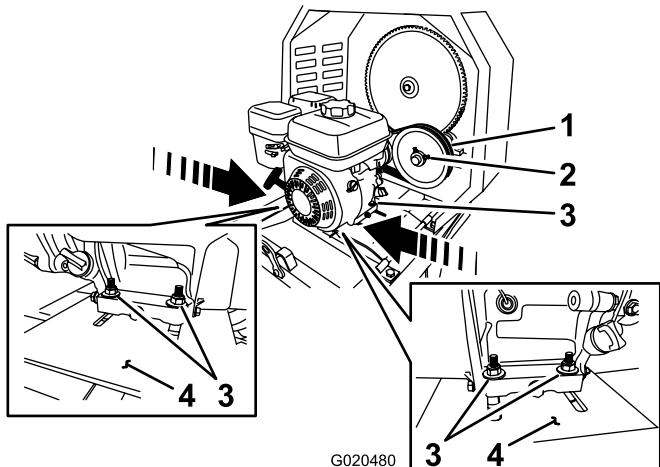

Figure 55
- Desserrez les écrous et boulons qui fixent le moteur au plancher moteur (Figure 55).
- **Pour accroître l'entrefer – éloignez** le moteur de la poulie de tension (Figure 55).
- **Pour réduire l'entrefer – rapprochez** le moteur de la poulie de tension (Figure 55).